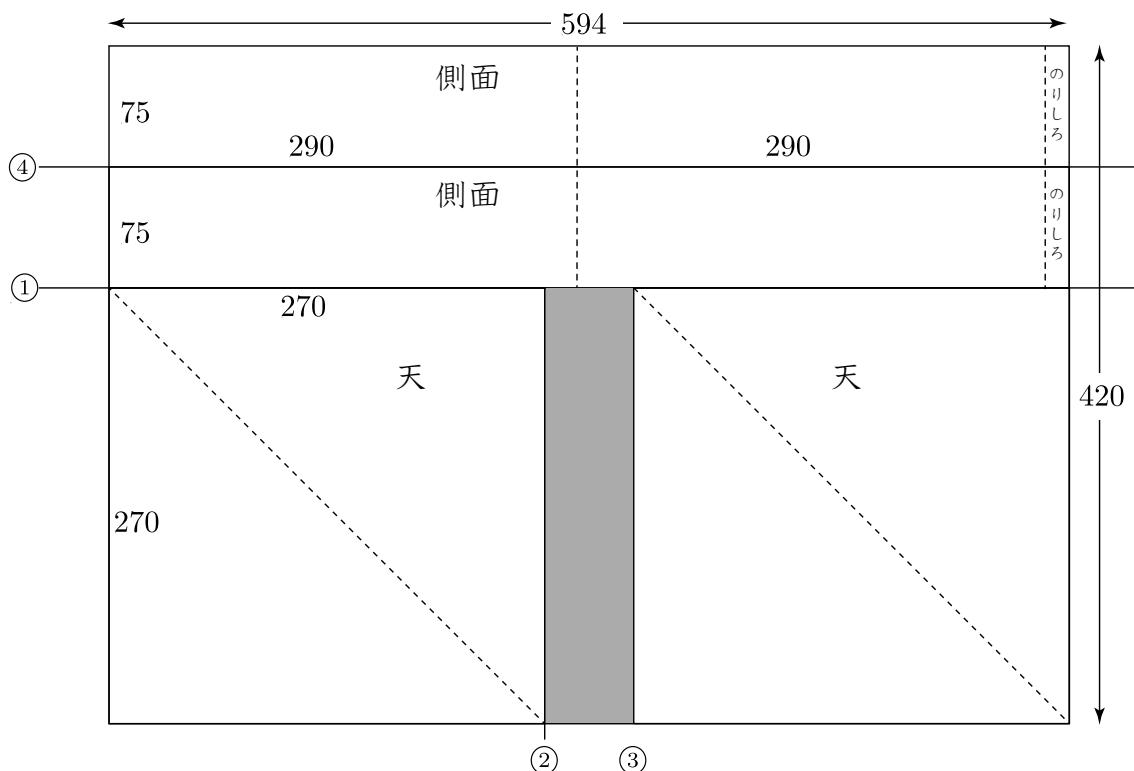

図3 A2のNTラシヤからの切り出し。
枚数	作成数/2（図3参照）
A2の色画用紙から「側面」と「天」を図3にしたがって切り出す。サイズを測るときは、もともとの紙の端から測るように心掛ける。例えば、①を切り出した後、側面の幅75mmを測るときは、①の線ではなく、図3の一番上の辺にする。これにしたがって、天はA2の紙の端から測るので、紙のあまり(図3のグレーの部分)は中央になる。